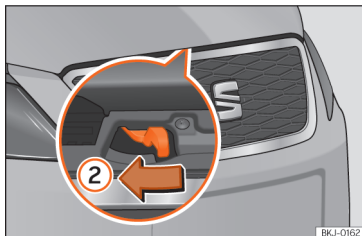

Abb. 12 Hebel unter der Motorraumklappe.
» Abb. 12 ②. Die Fanghaken werden entriegelt.